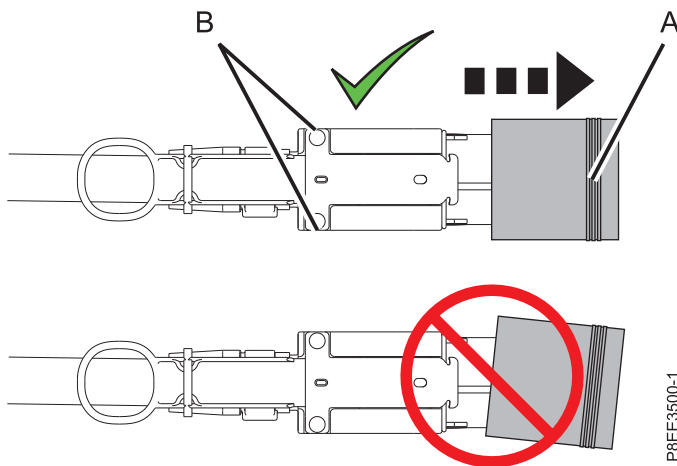

Abbildung 18. Schutzabdeckung vom Stecker des Kabels des Erweiterungseinschubs entfernen
- b. Entfernen Sie die Schutzabdeckung vom Stecker des Kabels des Erweiterungseinschubs. Halten Sie das Kabelgehäuse (**B**) an den kurzen Kanten mit Daumen und Zeigefinger einer Hand. Dann greifen Sie die Abdeckung an der langen Kante (**A**) mit Zeigefinger und Daumen der anderen Hand und ziehen die Schutzabdeckung ab. Siehe Abb. 18.